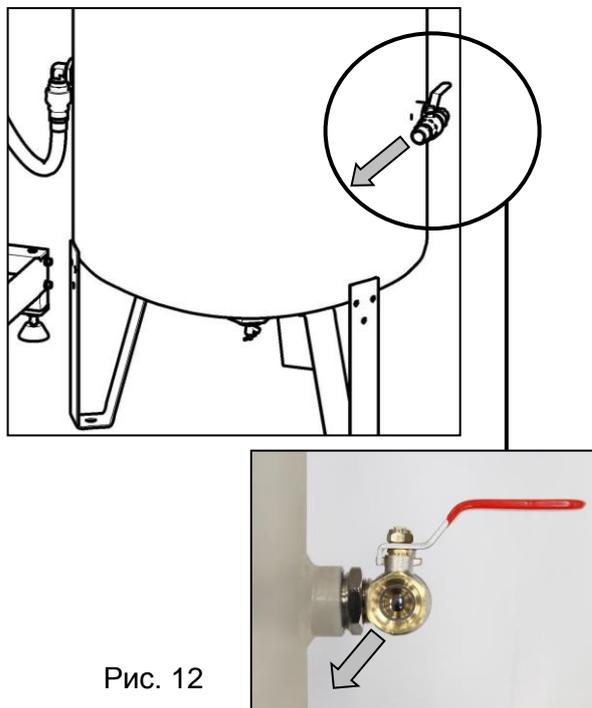

Рис. 12
- На выходе сжатого воздуха из ресивера установлен концевой шаровой клапан с резьбой G3/4" (Рис. 12)